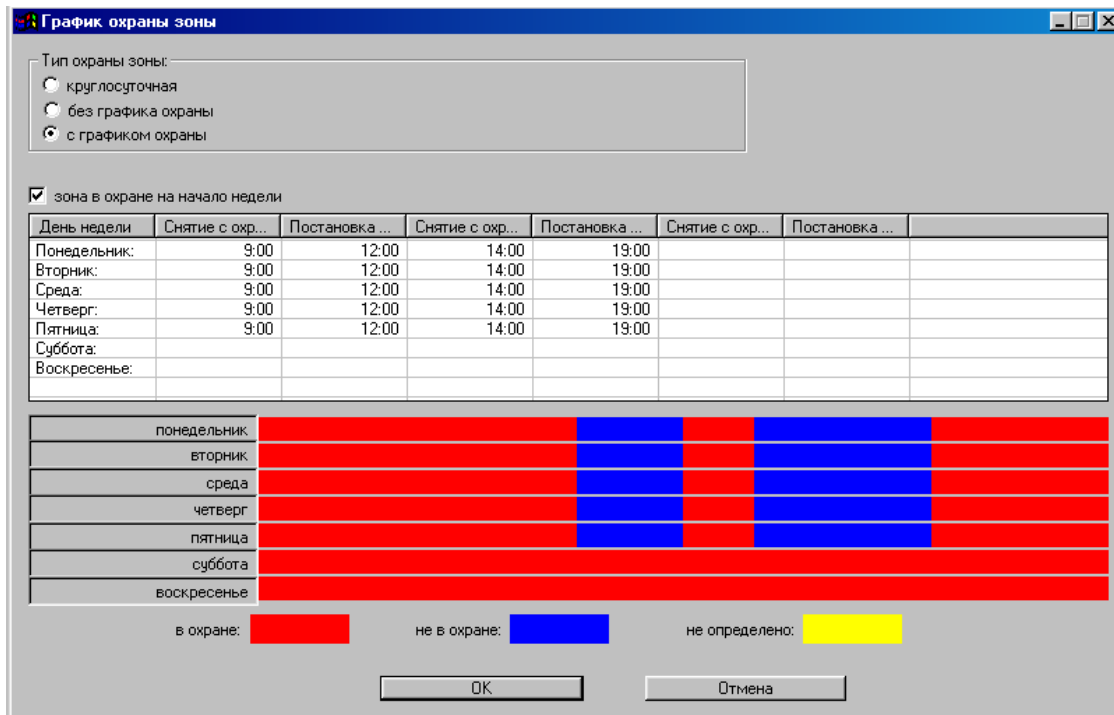

Рисунок 40
4.4.4 ПО ПЦН позволяет для каждой зоны формировать недельный график охраны. Для ввода и корректировки последнего необходимо в карточке зоны нажать кнопку «График охраны». В зависимости от типа зоны (без графика охраны, круглосуточная, с графиком охраны) установить соответствующий признак (по умолчанию зона создается без графика охраны). Если зона в начале недели должна быть под охраной (типично для большинства объектов, не работающих в выходные), установить соответствующий переключатель, рисунок 40: